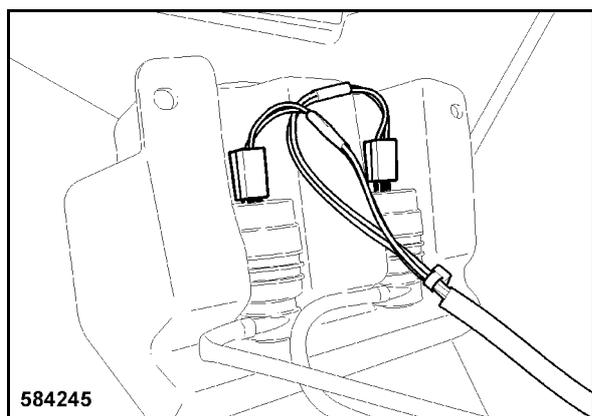

Рис. 227
- Надеть оба соединительных штекера водяных насосов омывателя (Рис. 227).